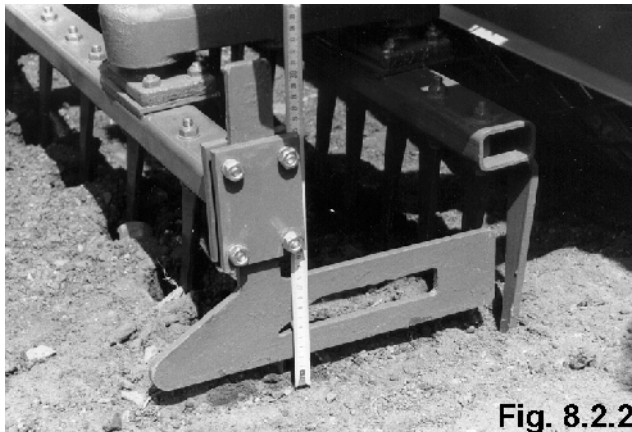

Fig. 8.2.2
- Stel de grenseg zodanig in, dat deze zich ca. 2 cm boven de grond bevindt (afb. 8.2.2).